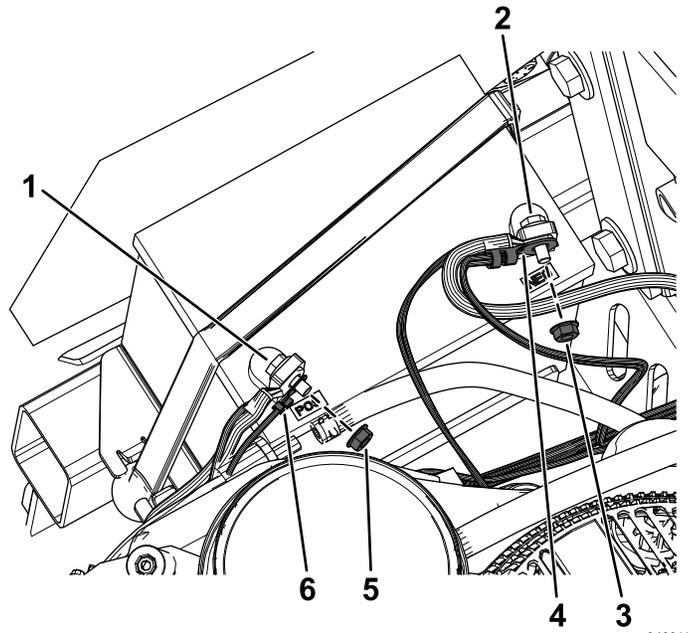

Figura 19
5. Retire la tuerca del borne positivo de la batería e instale el terminal de anillo positivo del arnés de cables del kit en el perno (Figura 19).
6. Sujete el terminal de anillo positivo usando la tuerca que retiró anteriormente (Figura 19).
8. Retire la tuerca del borne negativo de la batería e instale el terminal de anillo negativo del arnés de cables del kit en el perno (Figura 19).
9. Sujete el terminal de anillo negativo usando la tuerca que retiró anteriormente (Figura 19).